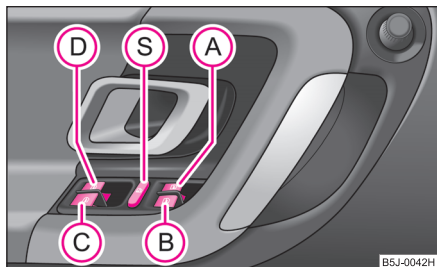

Fig. 28 Tastele din ușa conducătorului
Comutatoarele pentru fiecare geam se găsesc în ușa conducătorului ⇒ fig. 28, pasagerului din dreapta și în ușile din spate*.
Apăsând comutatorul de siguranță **Ⓔ** ⇒ **pagina 41, fig. 28**, puteți scoate din funcțiune comutatoarele din ușile din spate. Apăsând încă o dată comutatorul de siguranță **Ⓔ**, puteți restabili funcționarea tastelor din ușile din spate.
- Când se transportă copii pe locurile din spate, vă recomandăm să scoateți din funcțiune comutatoarele din ușile din spate (comutatorul de siguranță) **Ⓔ** ⇒ **pagina 41, fig. 28**.